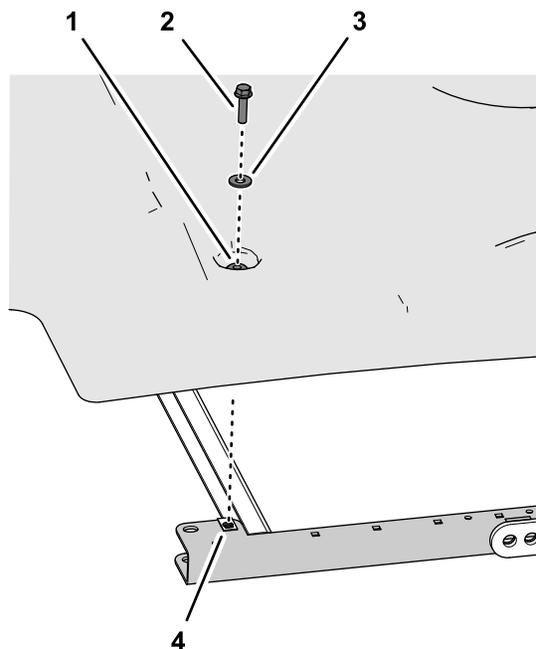
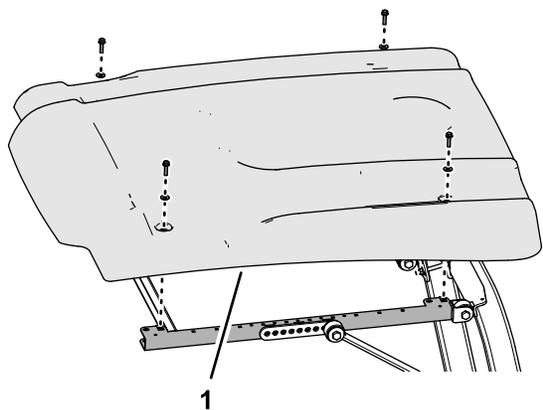

図 2
図 1
2. サンシェードを機体から外す 図 1。
1. サンシェードをサイドフレームチャンネルに固定しているフランジヘッドボルト5/16 x 1¼" 4 本とワッシャ5/16"4 枚を取り外す 図 1と図 2。